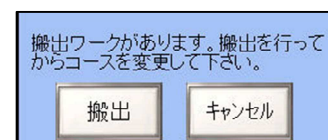

図 7-8
7.3.3 運転中のコースの変更 (図 7-8)
- ・ 運転画面の **コース** を押すとコース選択画面に切り替わりコース変更ができます。但し、積載枚数があるときは搬出画面(図 7-8)が表示されます。**搬出** を押しタオルを搬出して下さい。